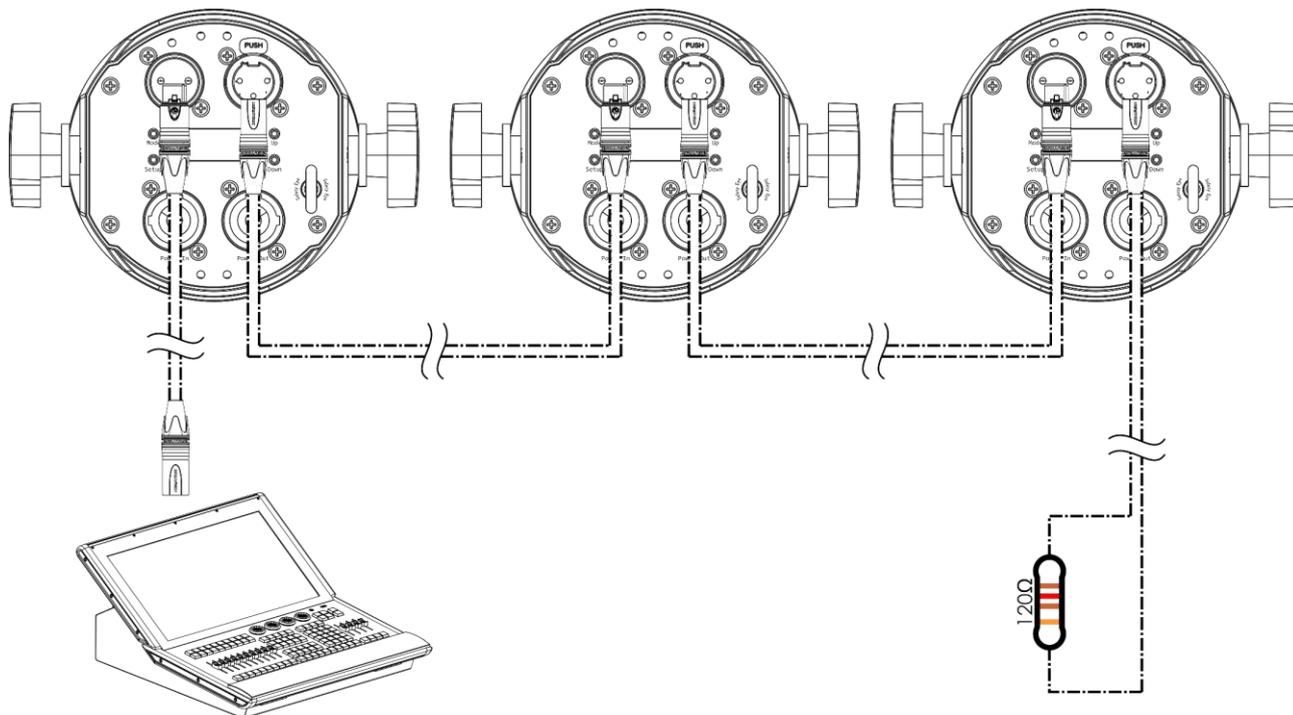

Fig. 10
- 03) Répétez l'étape 2 pour connecter tous les appareils en guirlande, comme indiqué sur la Fig. 10.